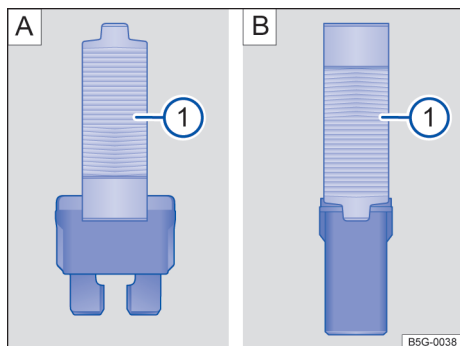

Fig. 145 Retirar ou colocar o fusível com a pinça de plástico: **A)** fusível plano, **B)** fusível de bloqueio.
- Se necessário, retirar a pinça de plástico → Fig. 145 **A)** **1)** da cobertura da caixa de fusíveis.
- De acordo com a versão do fusível, colocar as garras adequadas do alicate plástico → Fig. 145 **A)** **1)** ou → Fig. 145 **B)** **1)** lateralmente no fusível.